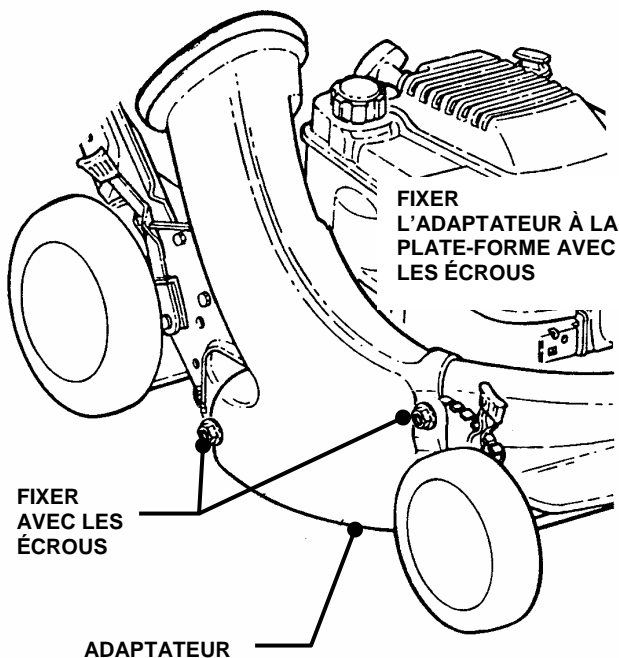

FIGURE 2.9
ÉTAPE 1: Installez l'adaptateur du sac à herbe et fixez-le sur le côté et le haut de la plate-forme avec les deux écrous disponibles sur la machine. L'encoche sur le bord avant de l'adaptateur doit être sous l'écrou situé en haut de la plate-forme (voir la Figure 2.9).